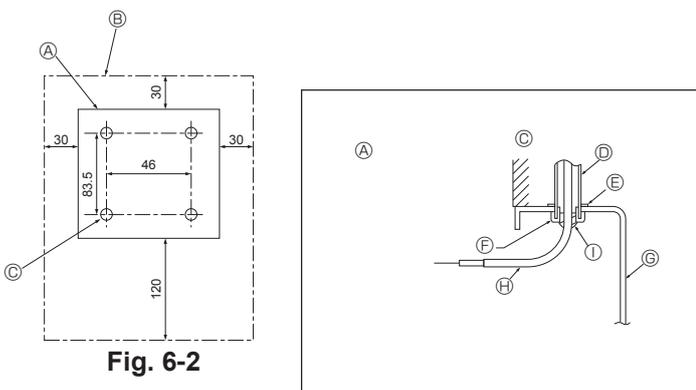

Fig. 6-2
(1) Selezionare un luogo adatto per l'installazione del comando a distanza. (Fig. 6-2)
#### [Fig. 6-2]